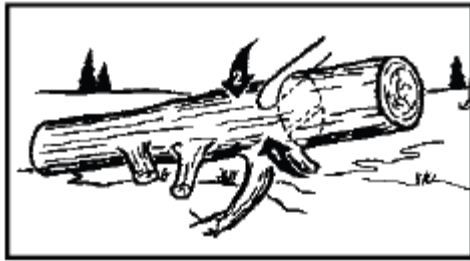

Fig. 11
2. Bûche soutenue sur une extrémité : commencez par couper la partie basse de la bûche sur 1/3 de son diamètre pour éviter les éclats. Ensuite, coupez par-dessus pour rencontrer la première coupe et éviter les pincements. (Fig. 11)